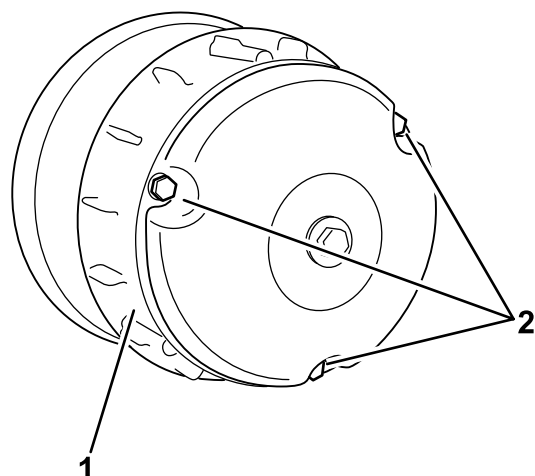

図 60
2. クラッチカバーのボルト3本を外してカバーを取る (図 60)。
4. クラッチカバーを元通りに取り付けて、ボルト3本 図 60 さきほど 2 で外したもので固定する。